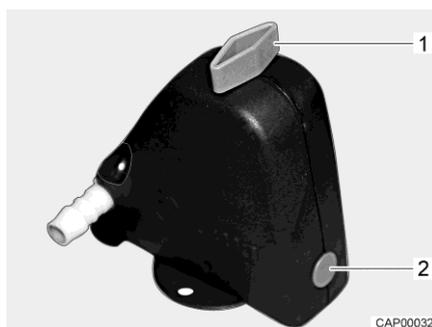
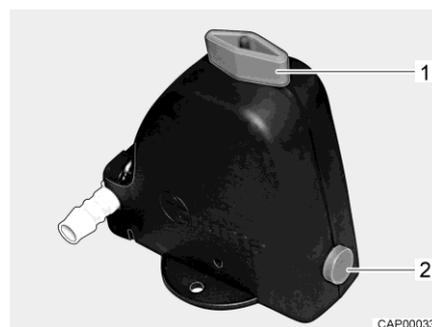

Fig. 71 Valvola di sicurezza/di scarico chiusa
Fig. 72 Valvola di sicurezza/di scarico aperta
- Aprire la valvola di sicurezza/di scarico (Fig. 71). A tal fine ruotare la manopola (Fig. 71,1) nel senso della lunghezza della valvola di sicurezza/di scarico. Il bottone automatico (Fig. 71,2) scatta all'infuori. La valvola di sicurezza/di scarico aperta è rappresentata in Fig. 72.